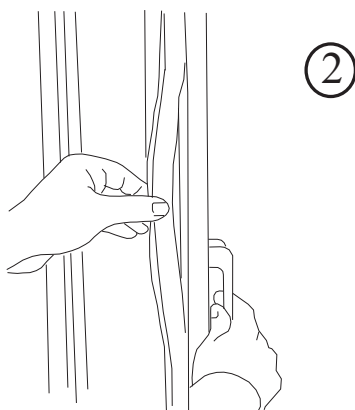

Fig.10
1. Togliere l'alimentazione. 2. Svitare le viti delle cerniere della porta togliendola. 3. Svitare le viti di fissaggio, sia l'esterna che l'interna, dagli angolari superiori, alla battuta della porta. 4. Sfilare gli angolari dai montanti verso l'alto. 5. Sfilare la vetrata interessata, facendola scorrere verso l'alto. 6. Ripristinare con la nuova vetrata (Vedi Fig.10).